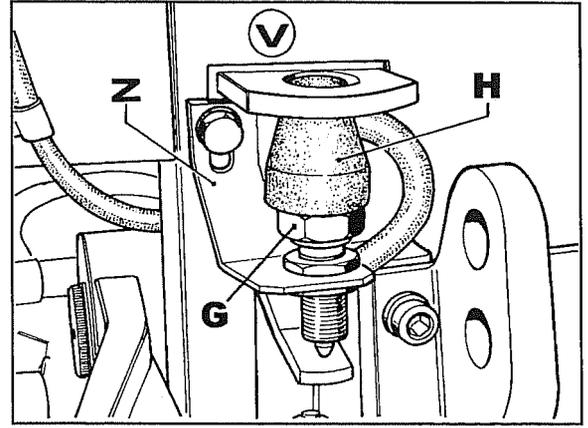

Abb. 36
4. Das Schutzblech **V** Abb. 36 wieder montieren, nachdem es angemessen zugeschnitten wurde, um die Montage und die Bewegung des Schalters und seines Gestänges bei der Arbeit zu ermöglichen (siehe Abb. 36).
Den Schalterträger **Z** und den Schalter **G** mit dem Kabelstrang **H** Abb. 36 montieren, wobei zu beachten ist, daß die Kabel an die Steckverbinder neben den Plastiklaschen angeschlossen werden. Den Kabelstrang rechts vom Schalter unter dem Fahrersitzträger einstecken, dann zum Gehäuse der Träger des Stellteils Hebel/Senken verlegen.